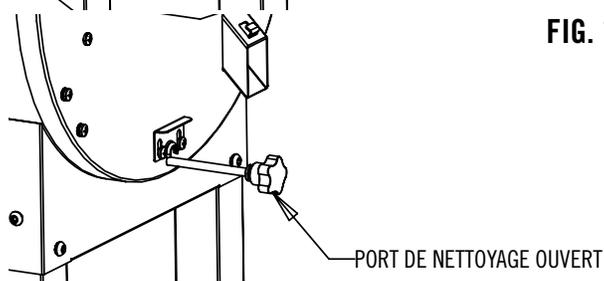

FIG. 13
2. Soulever le système de blocage de la tige et tirer le bouton de la tige de nettoyage pour vider les cendres dans le récipient prévu à cet effet. Voir la Fig. 13.